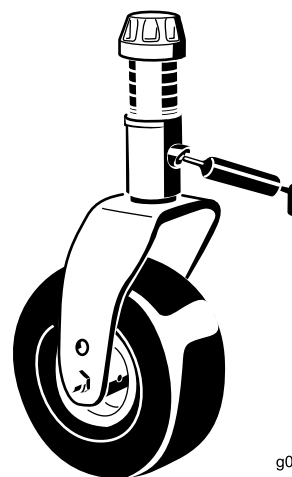

Figura 39
- Casquilhos do eixo da forquilha da roda giratória (2) (Figura 39)